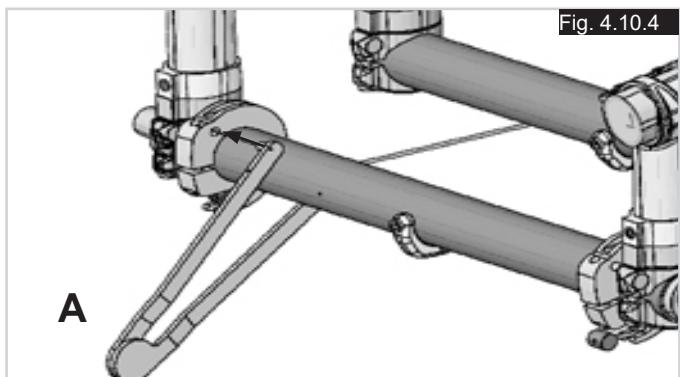

Fig. 4.10.4
- Sæt spændingsværktøjet, (A), ind i kablets receptor på stellets bagside (Fig. 4.10.4).